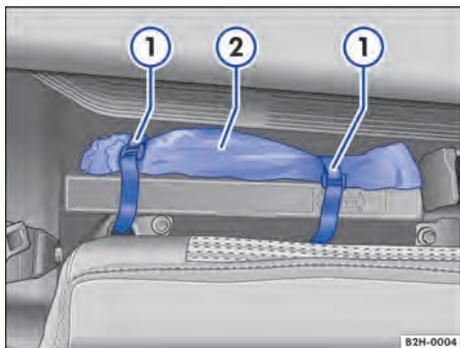

Fig. 139 Atrás do encosto do banco traseiro: macaco.
- Soltar o fecho de velcro → Fig. 139 ① e retirar o macaco ②.